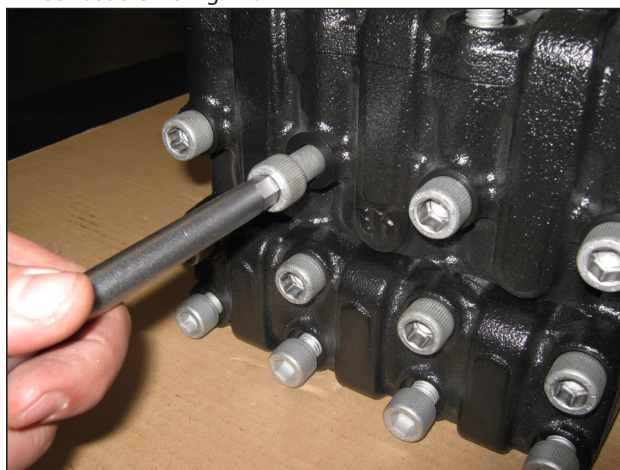

Fig. 42
- A) Aflojar los tornillos de fijación del cabezal M12x190 como se ilustra en la Fig. 42.